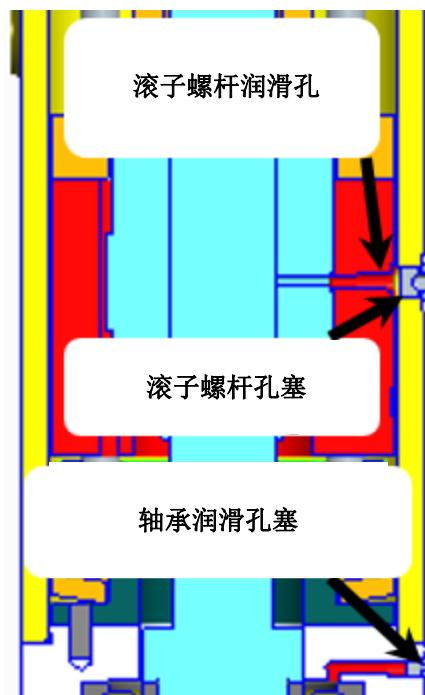

图 7-8. 滚子螺杆组件润滑
2. 必须将执行器控制到 100% 位置（完全缩回），以便滚子螺杆润滑孔塞按照图 7-8 与滚子螺杆润滑孔对齐。
3. 使用 1/4 英寸六角扳手卸下滚子螺杆孔塞（图 7-8）。
7. 将润滑脂注射器从滚子螺杆润滑孔拆下，安装滚子螺杆润滑孔塞，并以 7.9-9.0 牛米/70-80 磅.-英寸的力矩拧紧孔塞（图 7-8）。